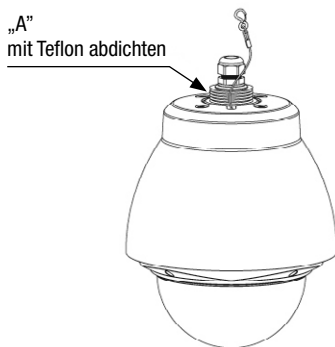
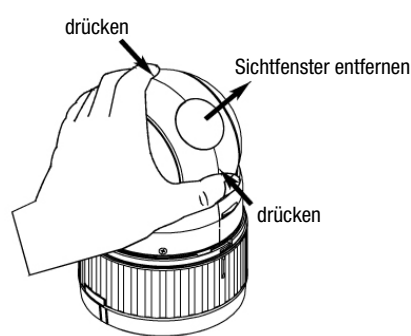

Abb. 1
Abb. 2: Fenster- und Halterungseinheit entfernen.
2.	Teflonband um die Gewinde „A“ des Rohres wickeln (jeweils ca. 20 Windungen). Siehe Abb. 1
3.	Alle notwendigen Kabel durch die PG-Verschraubung (4) schieben.
5.	Den 24VAC Stromanschluss am Eingang „AC IN“ der Lüfter- und Heizungsplatine (23) anschließen.
7.	Die Dome-Basis mit 3 Schrauben (M4xL8) an den Abstandshaltern (18) befestigen.
8.	Das Dome-Gehäuse an der Dome-Basis befestigen. Nach Ausrichtung der Pfeilmarkierung an der Dome-Basis auf die Entriegelungsmarkierung des Dome-Gehäuses das Dome-Gehäuse in Richtung der Verriegelungsmarkierung drehen. HINWEIS: Es wird empfohlen, die der Kamera beiliegende Kuppel nicht zu montieren und das Sichtfenster vor dem Objektiv abzunehmen (s. Abb. 2).
9.	Die Gummidichtung (7) in das Gehäuse (6) einsetzen und den Haltering (11) mit 3 Schrauben (13) am Gehäuse (6) befestigen.